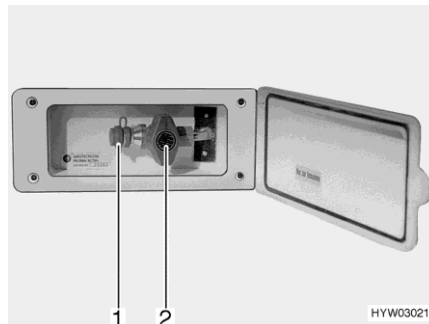

Fig. 169 Toma exterior de gas (válvula de paso de gas cerrada)
- Conectar el aparato de gas externo en el punto de conexión (Fig. 169,1).
- Abrir la válvula de paso de gas (Fig. 169,2).